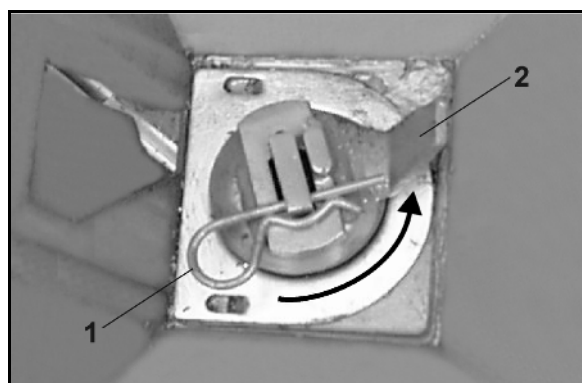

Bild 89
3. Fjädersprinten (Bild 89/3) måste monteras **mot** rotationsriktningen (Bild 89/4). (På bilden visas maskinens högra sida, sett i körriktningen).